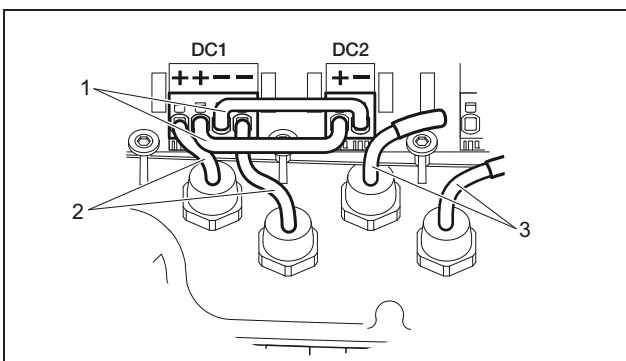

Abbildung 20: Eingang 1 und 2 parallel geschaltet (convert 3.5T/4T dcs)
- convert 3.5T/4T/7T/8T/10T dcs: Falls vorgesehen, schalten Sie jetzt Eingang 1 und 2 **parallel**. Stecken Sie dazu die mitgelieferten Brücken wie gezeigt (Abbildung 20/21) in die Klemmen.